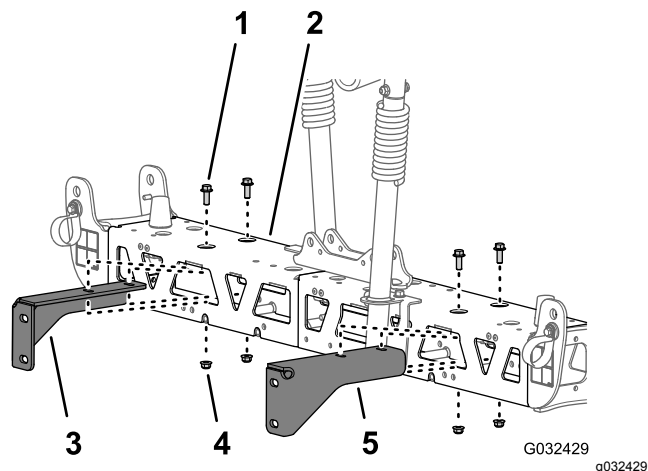

図 73
- サポートブラケットをセンターブームに固定しているフランジヘッドボルト3/8 x 1 インチ2本とフランジロックナット3/8 インチ2個を外して、ブラケットを取り外す 図 73。
- もうひとつのサポートブラケットをセンターブームに固定しているフランジヘッドボルト3/8 x 1 インチ2本とフランジロックナット3/8 インチ2個を外し、このブラケットも取り外す 図 73。